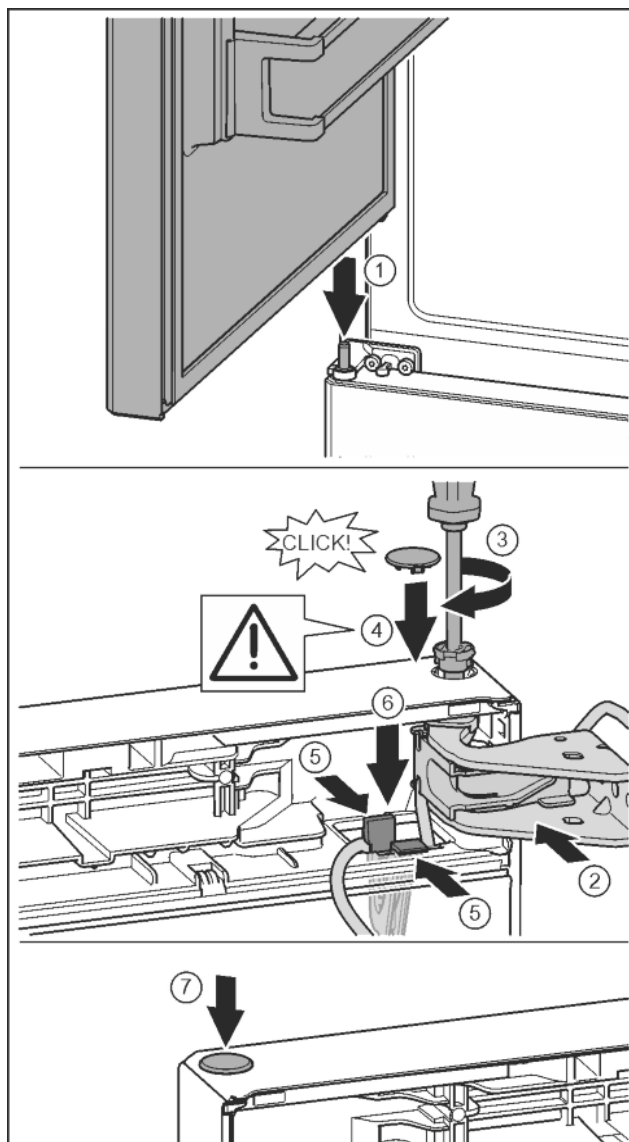

Fig. 36
- ▶ Założyć górne drzwi na środkowy sworzeń zawiasu Fig. 36 (1)
- ▶ Wyrównać drzwi u góry względem otworu w płytce zawiasu. Fig. 36 (2)
- ▶ Założyć sworzeń i dokręcić śrubokrętem T15. Fig. 36 (3)
- ▶ Zamontować osłonę bezpieczeństwa w celu zabezpieczenia drzwi: Włożyć osłonę zabezpieczającą i sprawdzić, czy przylega ona do drzwi. Ponadto założyć cały sworzeń. Fig. 36 (4)
- ▶ Uchwyt z zamocowanym kablem umieścić w otworze. Przy tym nakładka z dłuższym otworem musi być skierowana w przód. Fig. 36 (5)
- ▶ Uchwyt przycisnąć, aż nakładka zatrzasknie się. Fig. 36 (6)
- ▶ Założyć zatyczkę. Fig. 36 (7)